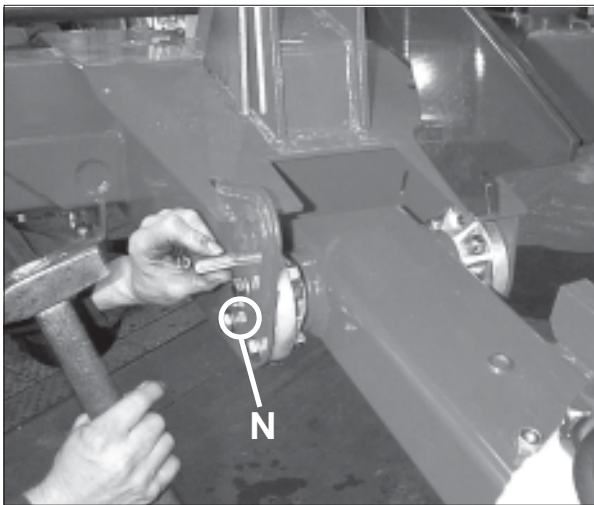

Fig. 3-7
Emboîter les logements de palier en aluminium (A), qui se trouvent dans le sac G, sur le boulon du bras de levage (surface avec les trous pour les vis à l'extérieur) et introduire le bras de levage dans la traverse du cadre (veillez à la marque « gauche »). Aligner les trous, y introduire les vis M12x45 avec les rondelles puis mettre en place les écrous M12. Puis enfoncer deux goupilles de serrage 13x36 de part et d'autre et visser en place les vis M8. Serrer les vis et mettre en place le graisseur (N) (fig. 3-7).